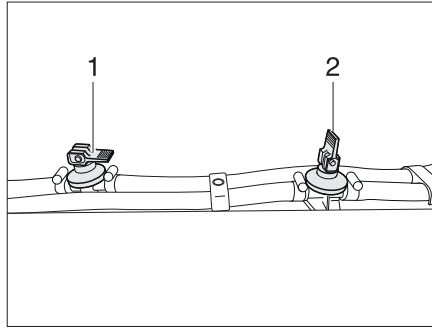

Fig. 342 Rubinetto di scarico
- Chiudere tutti i rubinetti di scarico. A questo scopo posizionare orizzontalmente la leva a bilanciere (Fig. 342,1).